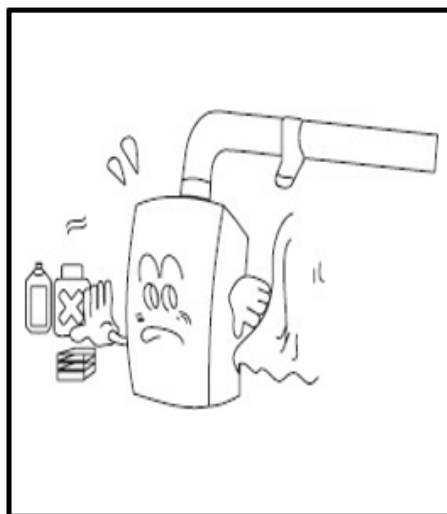

Fig. 5
- No instalar el calentador en lugares donde se utilicen productos químicos especiales, como lavanderías o fábricas, etc., de lo contrario podría oxidarse, acortarse la vida útil del calentador o impedir un funcionamiento normal del aparato. (Fig. 5)